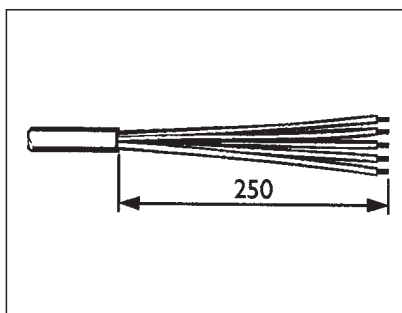

Fig. 8
- Preparar el cable de red (ver fig. 8).